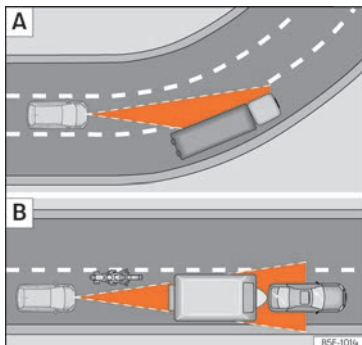

Fig. 161 [A] Véhicule à l'abord d'un virage. [B] Motocycliste circulant à l'avant hors du rayon d'action du capteur radar.
L'ACC pourrait ne pas détecter dans un virage le véhicule précédent, ou pourrait régler la distance par rapport à des véhicules qui se trouvent sur d'autres voie » » » **fig. 161 [A].**
- Véhicules circulant de manière non alignée ou en dehors de la zone de détection du capteur, par exemple, des motos. » » » **fig. 161 [B].**